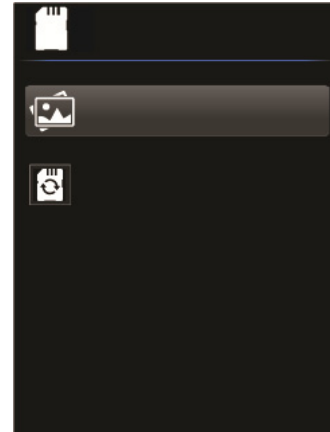

Fig 9-3 Sélectionner une icône de
3. Appuyez sur  pour ouvrir l'élément de menu et deux icônes s'afficheront: L'icône Visualisation d'image (en haut) et l'icône Effacement de carte SD (en bas), comme indiqué à la Fig. 9-3.